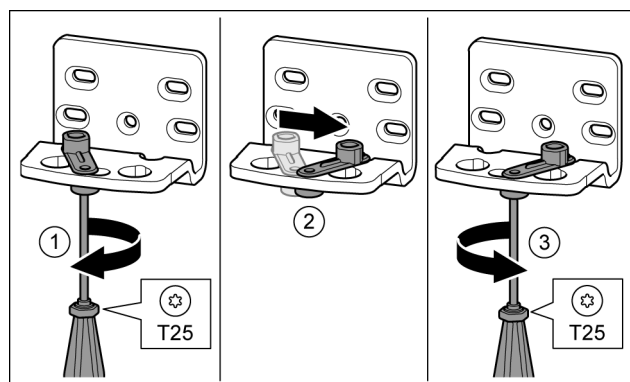

Fig. 30*
- ▶ Отпустить винт отверткой T25. Fig. 30 (1)
- ▶ Приподнять фиксатор двери и, повернув на 90° вправо, вставить в отверстие. Fig. 30 (2)
- ▶ Затянуть винт отверткой T25. Fig. 30 (3)